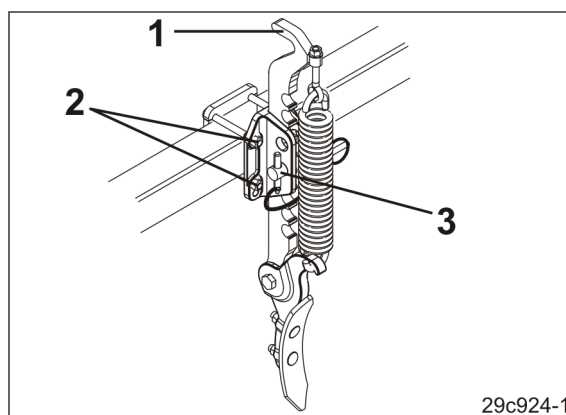

Fig. 184
1. Hold traktorhjulsporløsnere fast på grebet (Fig. 184/1).
2. Løsn skruerne (Fig. 184/2), og indstil traktorhjulsporløsnere horisontalt.
3. Spænd skruerne (Fig. 184/2) fast.
2. Løsn bolten (Fig. 184/3), og indstil traktorhjulsporløsnere vertikalt.
3. Sikr bolten (Fig. 184/3) med en ringsplit, efter indstillingen er foretaget.